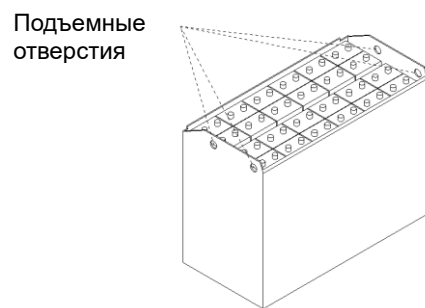

Рисунок 2-28
(4) Места захвата для подъема аккумулятора показаны на Рис. 2-28